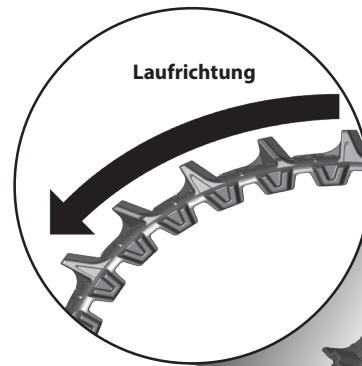

Abb. 4
4. Bringen Sie die Gummikette für tiefes Gelände am Fahrgestell an (Abb. 4).